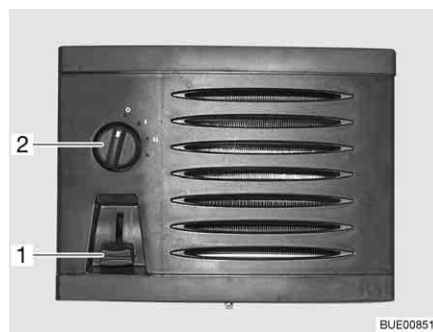

Fig. 168 Elementos de mando termocambiador adicional
- Empujar el regulador de corredera (Fig. 168,1) del regulador volumétrico de paso a la posición deseada. El circuito de agua está abierto.
- Girar el conmutador del ventilador (Fig. 168,2) del ventilador de circulación de aire en sentido de las agujas del reloj.
- Girar el conmutador del ventilador (Fig. 168,2) a "O".
- Empujar el regulador de corredera (Fig. 168,1) del regulador volumétrico de paso completamente hacia arriba.